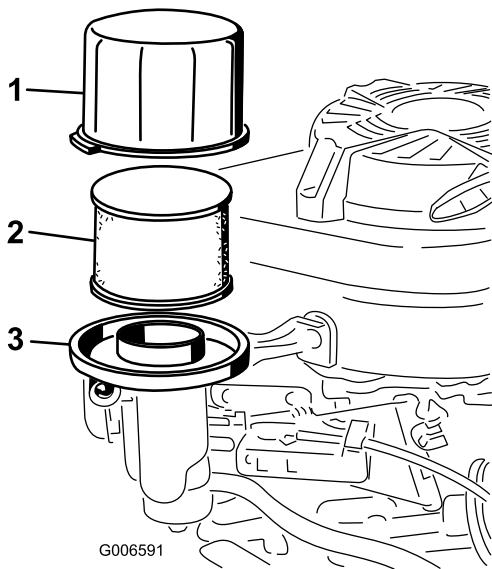

Figura 21
3. Retire la tapa y límpiela a fondo (Figura 21).
4. Retire el prefiltro de espuma del filtro de papel (Figura 21) y sustituya el filtro de papel si está excesivamente sucio.